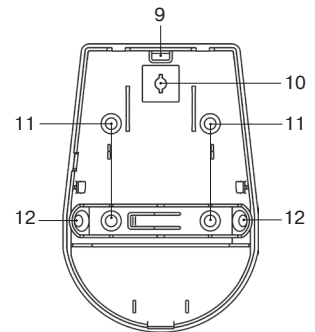

Рисунок 2 – Конструкция «Пирон-4Д»
Основание корпуса с печатной платой представлены на рис. 2 б).
В основании корпуса имеются выламываемое отверстие (9) для ввода проводов, а также крепежные отверстия (рис. 2 в):
- (10) для крепления основания к кронштейну;
- (11) для монтажа на стене;
- (12) для монтажа в углу.
- Снимите крышку извещателя, отжав отверткой фиксатор крышки через отверстие, расположенное в нижней части основания извещателя (рис. 2а).
- Просверлите в основании извещателя отверстия, которые будут использоваться для прокладки проводов и крепления извещателя (рис. 2в).
В извещателе предусмотрена переключатель SENS HIGH (4) (рис. 2б). При снятой переключателе извещатель работает в режиме нормальной чувствительности (устойчив к перемещению домашних животных массой до 20 кг). При установленной переключателе извещатель работает в режиме высокой чувствительности (устойчив к перемещению домашних животных массой до 10 кг).